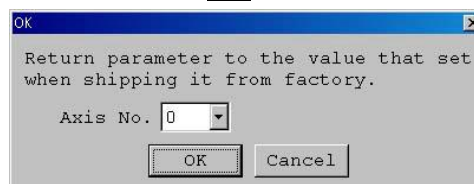

图 16.4 初始化对话框
(3)选择已显示的菜单“控制器初始化”后，将显示如图 16.4 所示的对话框。